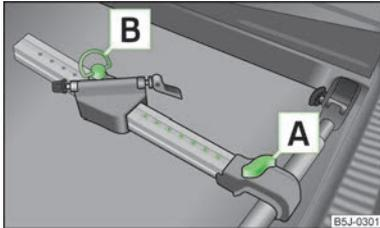

Abb. 57
- › Die Schraube **A** » Abb. 57 etwas herausziehen und den Längsträger (Alu-Teil) zum Querträger schieben, bis die Fassung einrastet.
- › Die Schraube **A** » Abb. 57 auf Seite 62 lösen und den Fahrradträger zusammen mit dem befestigten Fahrrad nach links schieben, sodass es zwischen dem Lenker und dem Seitenfenster des Gepäckraums zu keiner Kollision kommen kann.